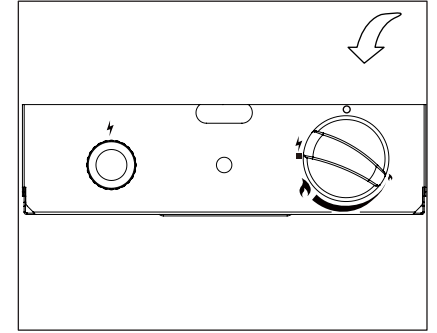

Figura 4
8. Presione y gire la perilla de control a la posición “ALTO” (🔥), a continuación, suelte perilla de control. Si desea una temperatura más baja , presione el botón de control y gire a la izquierda para el “BAJO” (⬇️) (Figura 4).